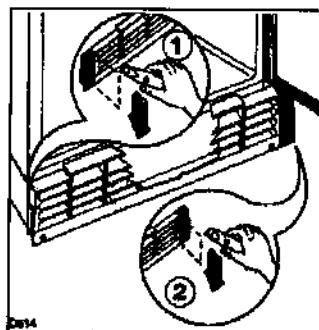

Рис. 1
Подвинуть вентиляционную решетку по направлению, указанному стрелкой, и отделить левую часть (1) (Рис. 1)
Рис. 1а
Снова завинтить винты (D) (рис. 1а).
Задвинуть вентиляционную решетку по направляющим и отделить правую часть (2) (рис. 1).
Снять штифты (A), разделительный элемент (B) (рис. 1) и дверь.
Снова установить дверь, штифты (A) и разделительный элемент (B) (рис. 1).